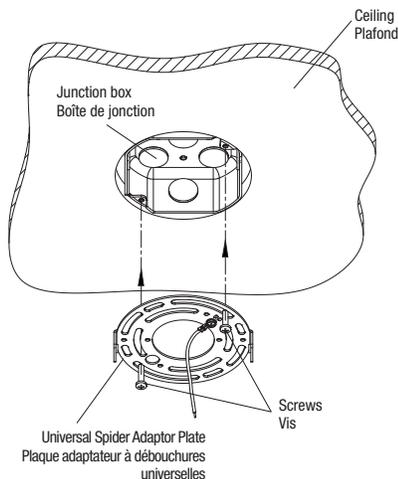

Fig. 1c
5. Install the Universal Spider Adaptor Plate on the ceiling recessed junction box by screwing the two screws (Fig. 1c).
5. Installer la plaque adaptateur à débouchures universelles sur la boîte de jonction encastrée dans le plafond en vissant les deux vis (Fig. 1c).